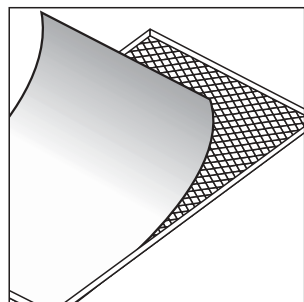

РИС. 8
3. Для моделей RC55i, RC65i, RC85i: перед распылением краски на решётку осторожно снимите с внутренней стороны решётки декоративный материал (рис. 8). Положите его на чистую, ровную поверхность, где материя не сомнётся.